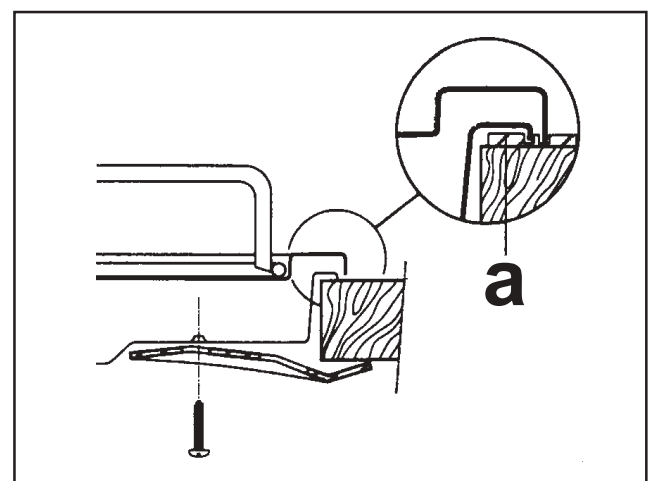

Fig. 11
3. Fixar la encimera con las escuadras (Fig. 11).